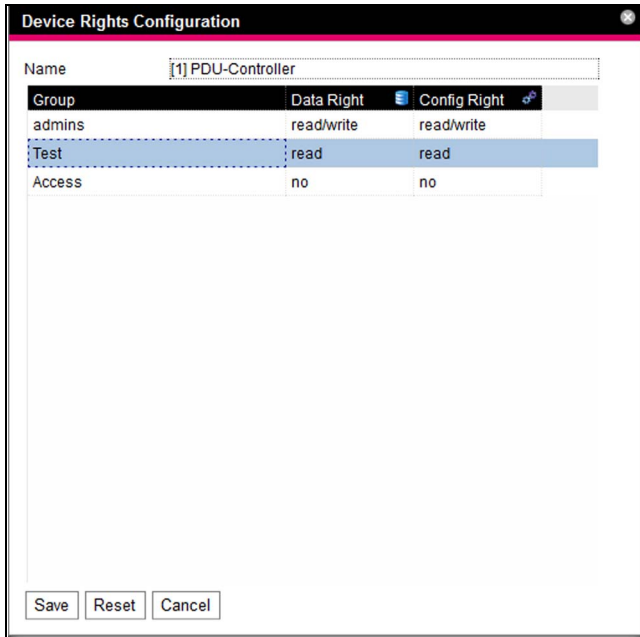

Abb. 36: Dialog „Device Rights Configuration“
Es erscheint der Dialog „Device Rights Configuration“ (Abb.36).
- Wählen Sie hinter dem Eintrag „CMC III PU 19" Edition“ das Symbol „Device Rights“ an (Abb. 34). Es erscheint der Dialog „Device Rights Configuration“ (Abb. 36).
Die jeweiligen Symbole werden sowohl angezeigt, wenn man auf der Registerkarte **Configuration** einen Sensor im Navigationsbereich anwählt und diesen dann bis auf die unterste Ebene aufklappt, als auch im Dialog „Device Rights Configuration“ (Abb. 36). Die Symbole verdeutli-